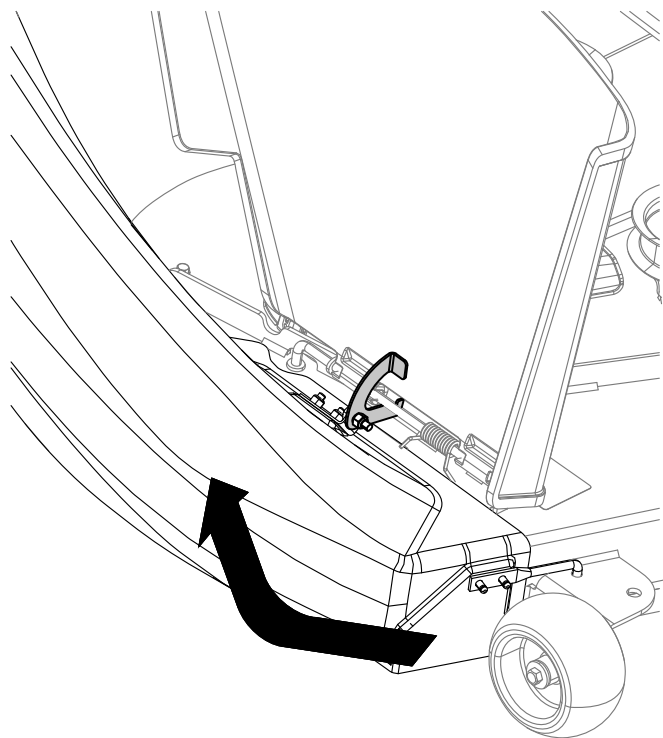

Figura 22
6. Na gornjem delu bacača, zakačite bravu u obliku kuke oko okretnne šipke sklopa usmerivača i postavite šipku u rupu na kućištu kosilice (Figura 22).